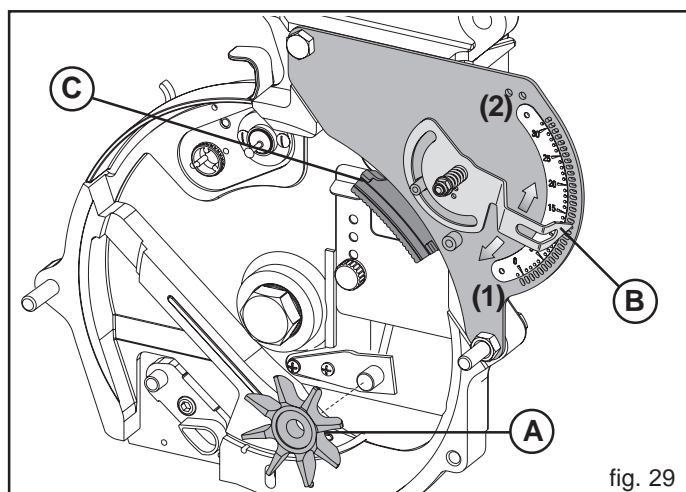

fig. 29
La Maison Productrice fournit, en série, (démonté) l'agitateur de graines pour chaque distributeur (A, Fig. 29).
Le déplacement de l'aiguille (B Fig. 29) commande un curseur (C Fig. 29) qui frôle le disque à la hauteur des trous et provoque la chute des graines excédentaires. Le sélecteur est réglé à chaque changement de graine et de disque vers les numéros inférieurs pour les petites graines (1 Fig. 29) et dans la direction contraire pour les graines plus grosses (2).
**IMPORTANT: le sélecteur ne règle pas le débit d'air dans le distributeur; remplacer le curseur (C, Fig. 29) lorsque l'on change de type de semis (rangée unique, double rangée ou triple rangée).**